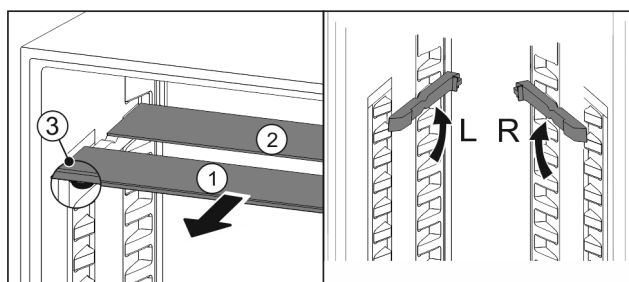

Fig. 135
- Skleněné desky jednotlivě vytáhněte dopředu Fig. 135 (1).
- Skleněná deska Fig. 135 (1) s ozdobnou lištou leží vpředu.
- Zarážky Fig. 135 (3) směřují dolů.